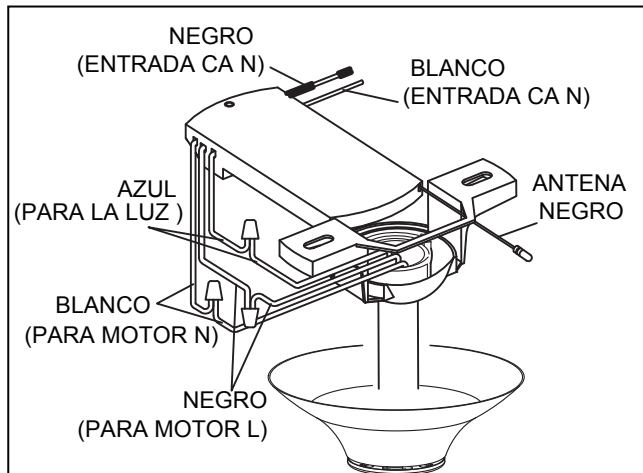

Figura 2
Caja profunda (Figura 2)
Debe colgar el ventilador a una distancia mínima de 2,13 m desde las aspas hasta el piso. (Figura 2)
1. Realice las conexiones de cables al bloque del terminal como se muestra en la Figura 2.
2. Coloque y ajuste firmemente la cubierta para el tornillo de la base sobre los tornillos de reborde de la abrazadera para colgar mediante el mecanismo de seguro por giro del chavetero. (Figura 2)
2. Coloque la cubierta embellecida en la parte inferior de la placa de las palas. (Figura 2)
- 2.** Restaure la fuente de alimentación de la toma de corriente enciendiéndola al volver a encender la electricidad del fusible principal. (Figura 2)